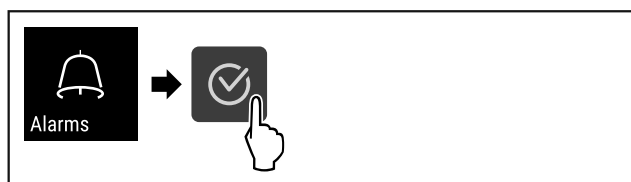

Fig. 108
- ▶ Vykonajte kroky akcie (pozri Fig. 108) .